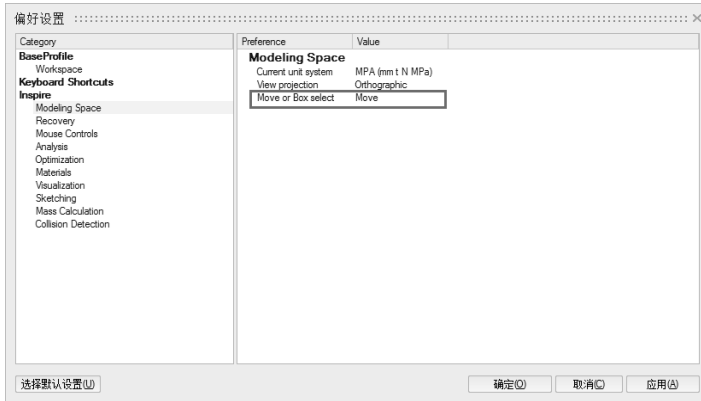

图 1-3
1) 修改设置：选择 Modeling Space→Move or Box select→Move 选项，如图 1-3 所示。